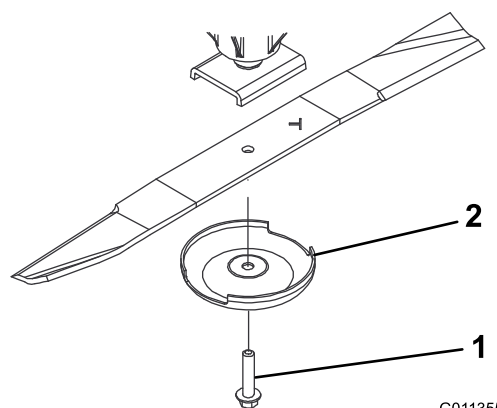

Figure 63
2. Tenez la lame à son extrémité avec un chiffon ou un gant épais. Enlevez le boulon, la coupelle de protection et la lame de l'axe de pivot (Figure 63).
boulon (Figure 63). Serrez le boulon de la lame à un couple de 115 à 149 N·m.
Si la lame est trop usée, une entaille se forme entre la partie relevée et la partie plane (Figure 63). La lame peut alors se briser et un morceau être projeté du dessous de la machine, vous blessant gravement ou une personne à proximité.